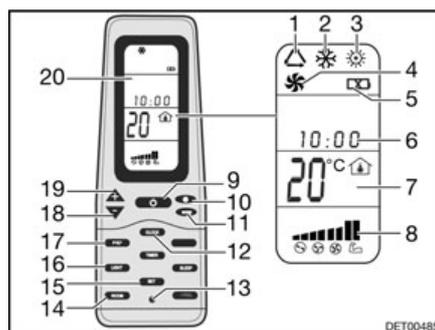

Fig. 131 Télécommande
- Appuyer sur la touche ON/OFF (Fig. 131,9).
- Appuyer sur la touche "Mode" (Fig. 131,11) autant de fois que nécessaire pour que le mode de fonctionnement souhaité (Fig. 131,1, 2, 3 ou 4) s'affiche à l'écran (Fig. 131,20).
- Régler la température désirée à l'aide des touches "+" (Fig. 131,19) et "-" (Fig. 131,18).
- Sélectionner le niveau de ventilation souhaité à l'aide de la touche de vitesse du ventilateur (Fig. 131,10).